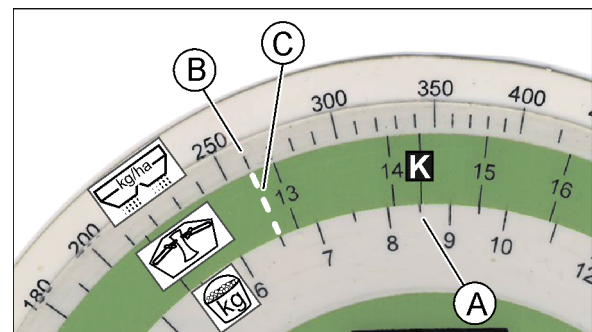

Fig. 69
7. Für die aufgefangene Düngermenge (8,5 kg) den Zahlenwert (A) auf der oberen Skala (Fig. 69/1) und für die gewünschte Streumenge (260 kg/ha) den Zahlenwert (B) auf der mittleren Skala (Fig. 69/2) aufsuchen.
8. Eine gerade Verbindungslinie (Fig. 69/4) durch die Punkte A und B legen.
9. Die Verlängerung der Verbindungslinie zeigt auf der unteren Skala (Fig. 69/3) den Zahlenwert (C) für die erforderliche Schieberstellung, hier 12,8.